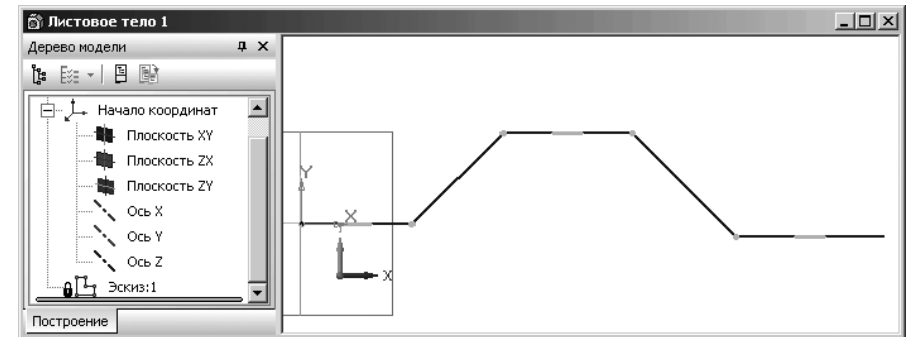

Рис. 7.12. Эскиз профиля гнутой полосы
- аналогичные построения выполните и для других отрезков: длиной 35 под углом 0° и два отрезка длиной 40 под углами –45° и 0°. После построения пятого отрезка состояние системы показано на рис. 7.12;